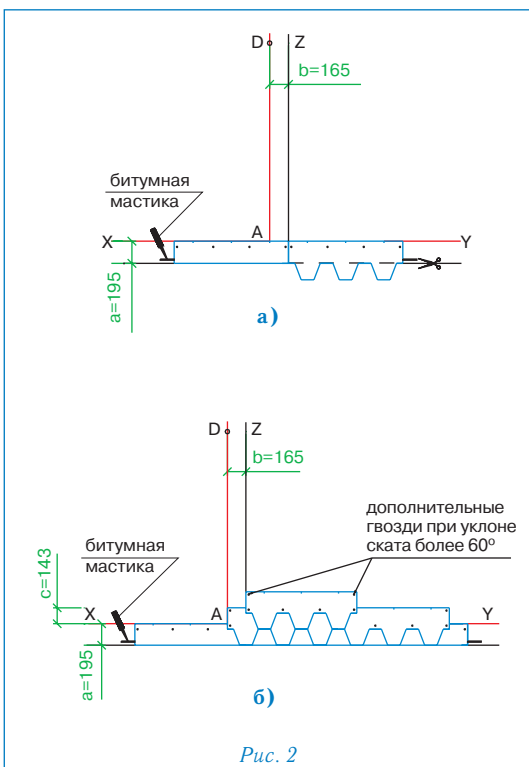

Рис. 2
### Укладка материала (рис. 2)
- Начальный ряд формируется из листов черепицы МОЗАИКА с обрезанными лепестками. Полученные таким образом полосы шириной 19,5 см укладываются по линии карниза в обе стороны от линии Z (рис. 2а) и фиксируются по нижнему краю битумной мастикой, а по верхней кромке 4 гвоздями (ось гвоздей на 5 см ниже верхнего края полосы);
- далее первый ряд черепицы укладывается от линии AD (рис. 2б);
- второй ряд укладывается от линии Z (со смещением 16,5 см от AD) (рис. 2б);
Каждый лист гибкой черепицы МОЗАИКА крепится 4 гвоздями таким образом, чтобы гвоздь прошивал и верхний край нижележащего листа черепицы (рис. 2б).